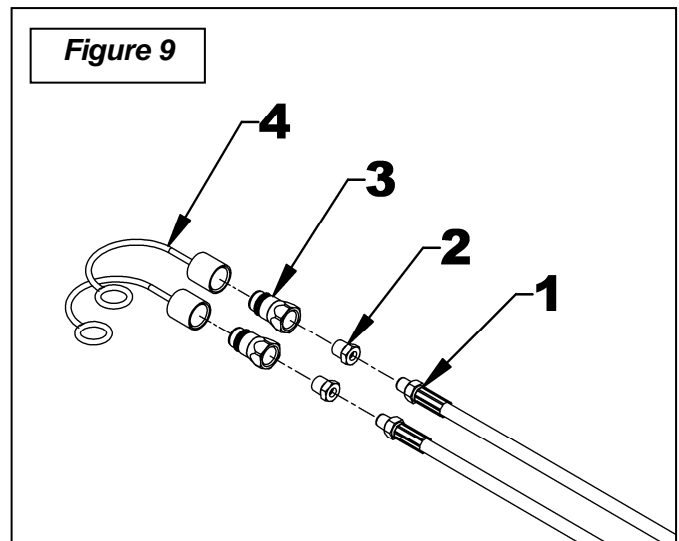

Figure 9
4. **Figure 9: NON FOURNI:** En utilisant du scellant à filets, installer un réducteur 1/4" NPT femelle x 1/2" NPT mâle (item 2), un accouplement rapide mâle (item 3) et un capuchon protecteur (item 4) au bout de chaque embout droit des boyaux (item 1).